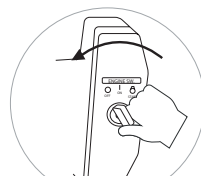

FIGURE 11
- GIRE LA LLAVE A LA POSICIÓN OFF; (**IMAGEN 11**)